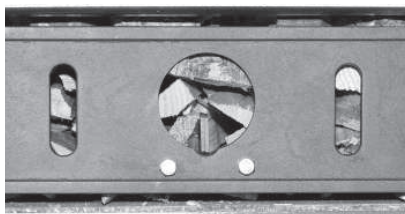
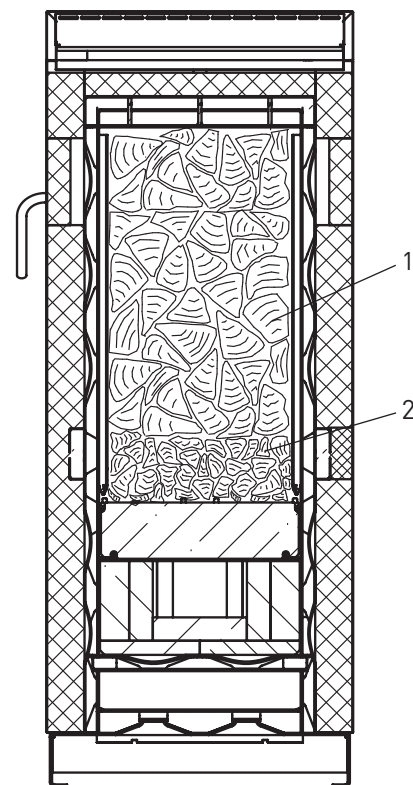

Fig. 3 Legna in ceppi introdotta correttamente davanti all'apertura di accensione
Fig. 2 Sezione della camera di riempimento
- 2.) **Introdurre** dapprima **ceppi di legna** piccoli, poi più grandi, nel senso della lunghezza e riempire la camera di riempimento secondo il fabbisogno, fig. 2. Prima di chiudere lo sportello di accensione controllare che la legna si trovi direttamente davanti all'apertura di accensione, fig. 3.